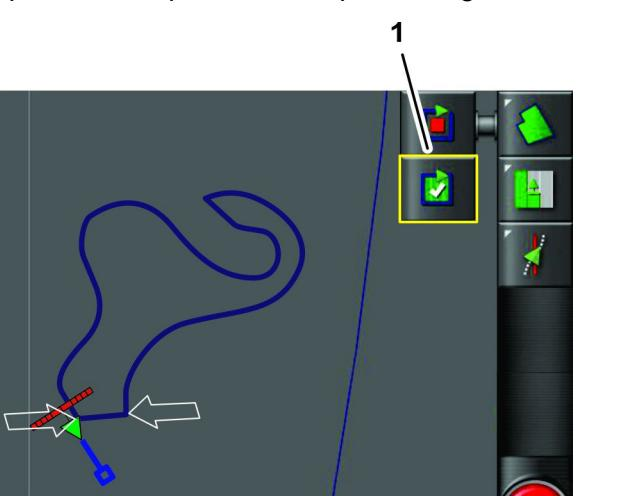

Figure 45
- Appuyez sur l'icône TERMINER L'ENREGISTREMENT DE LIMITÉ DE CHAMP (Figure 45).